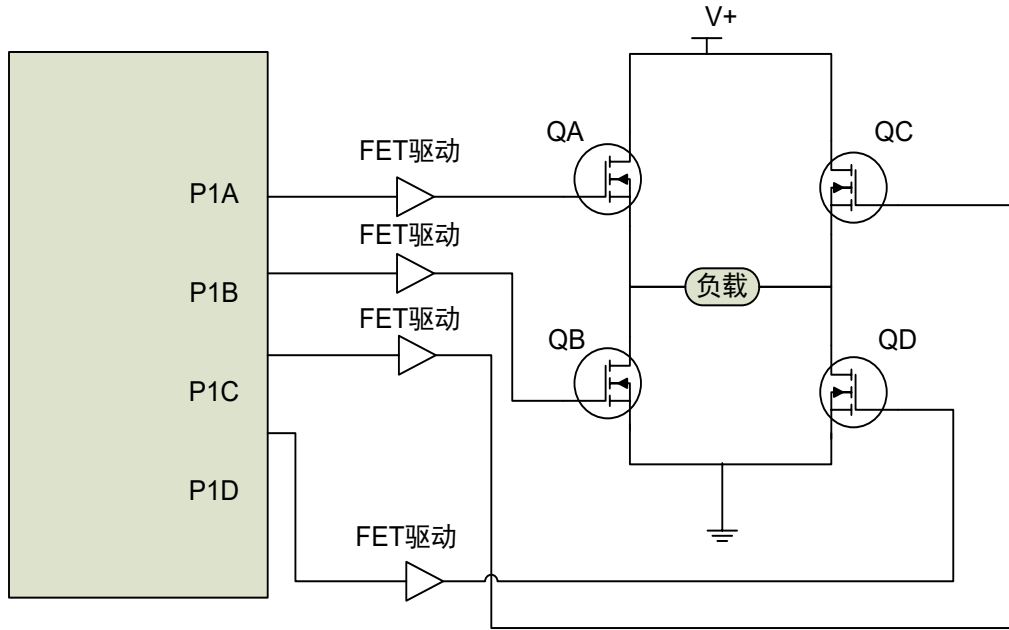
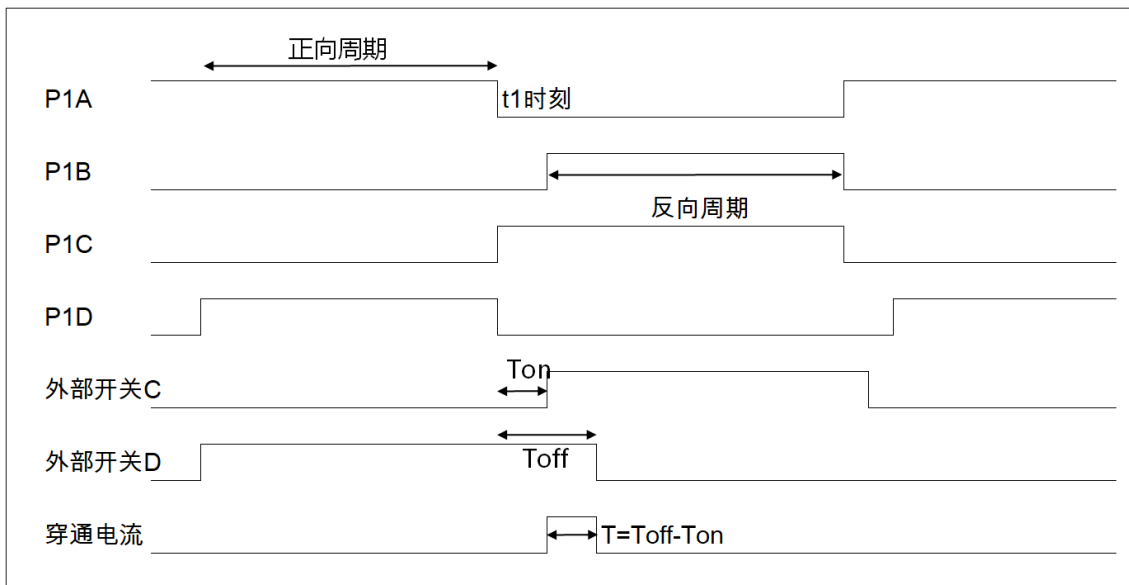

图 10-9 全桥应用示例 (4NMOS, P1A~P1D 高电平有效)
图 10-12 占空比接近 100%时, PWM 方向变化示例(P1A~P1D 为高电平有效)
**全桥 PWM (正向、反向)**— 4 路 PWM 通道 P1A, P1B, P1C, P1D。应用示例如图 10-9。
如图 10-12 所示, P1D 的占空比接近 100%时, PWM 从正向切换为反向。在 t1 时刻, P1A 和 P1D 输出变为无效, 而 P1C 输出变为有效。而由于功率器件的关断时间( $T_{off}$ )大于导通时间( $T_{on}$ ), 穿通电流将流过功率器件 QC 和 QD (如图 10-9), 并持续时间“ $T$  ( $T_{off}-T_{on}$ )”。当 PWM 方向由反向切换为正向时, 同样的情况将发生在功率器件 QA 和 QB 上。可消除穿通电流的两种方法如下: